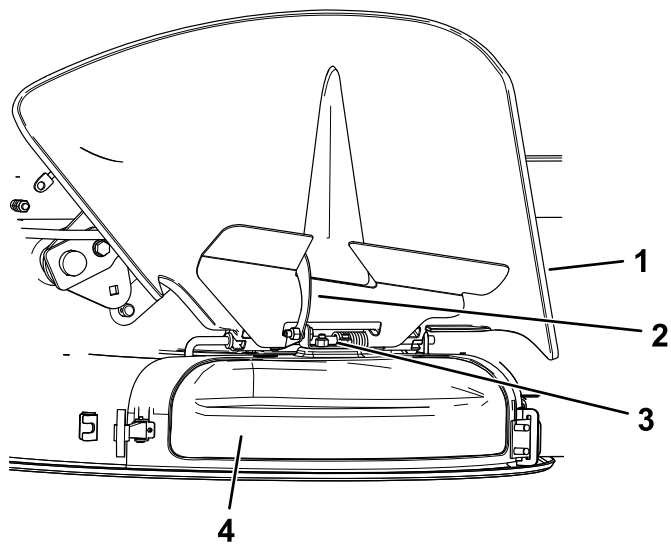

Figura 16
4. Eliberai elementul de fixare în formă de cârlig de la partea superioară a capului de evacuare de la tija de pivotare (Figura 16).
5. La partea superioară a capului de evacuare, cuplai elementul de fixare în formă de cârlig pe tija de pivotare a ansamblului deflector (Figura 16).